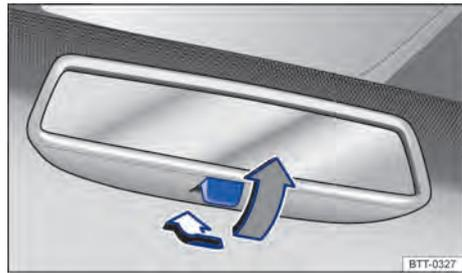

Fig. 92 No para-brisa: espelho retrovisor interno com antiofuscante manual.
- Para evitar o ofuscamento, puxar a alavanca para trás → Fig. 92.